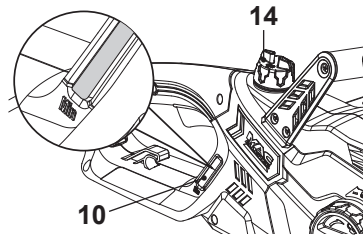

Fig. 13
4. Verifique a janela de nível de óleo (10) antes do arranque, e regularmente durante a utilização. Reabasteça de óleo quando o nível de óleo for inferior à indicação "Min" (Fig. 13).